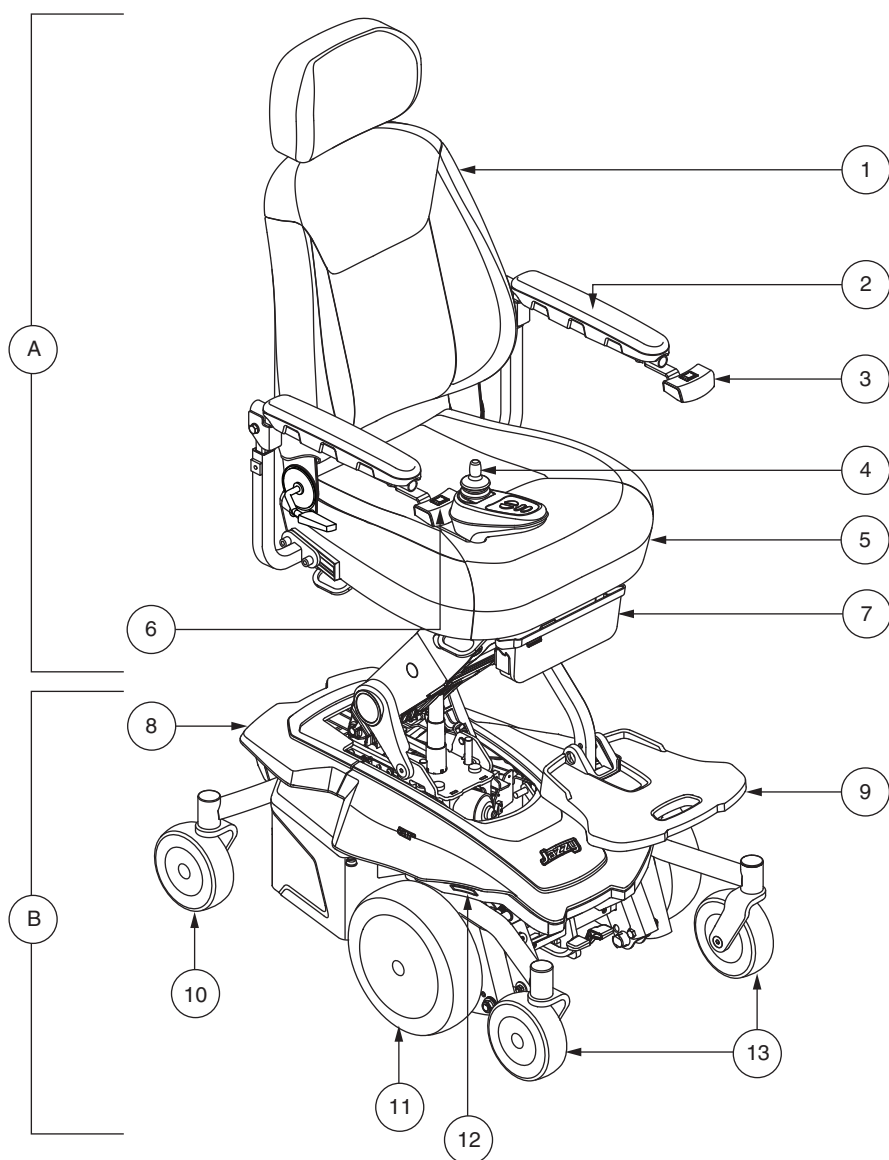

Figure 1. Le Jazzy Air® 2
Votre fauteuil possède deux composantes principales: le module de siège (A) et la base motorisée (B). **Voir la figure 1.** Typiquement, le module de siège est composé des accoudoirs, du dossier et de la base du siège. La base motorisée est composée de deux modules moteur/frein, deux roues motrice, quatre roulettes articulées, deux batteries et une couette de câblage. **Voir les figures 1, 2, et 3.**
Votre fauteuil motorisé est équipé de feux de gabarit. Les feux sont composés de DEL blanches à l'avant et DEL rouges à l'arrière et sont montés sur le carénage de votre base motorisée. Voir la figure 1.